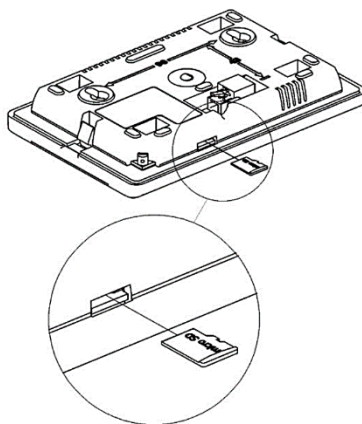

Figura 7. Inserimento della scheda microSD nella porta del pannello di controllo
- Nella parte inferiore del display si trova una porta per l'inserimento di una scheda microSD. Inserire la scheda come mostrato nella figura 7.